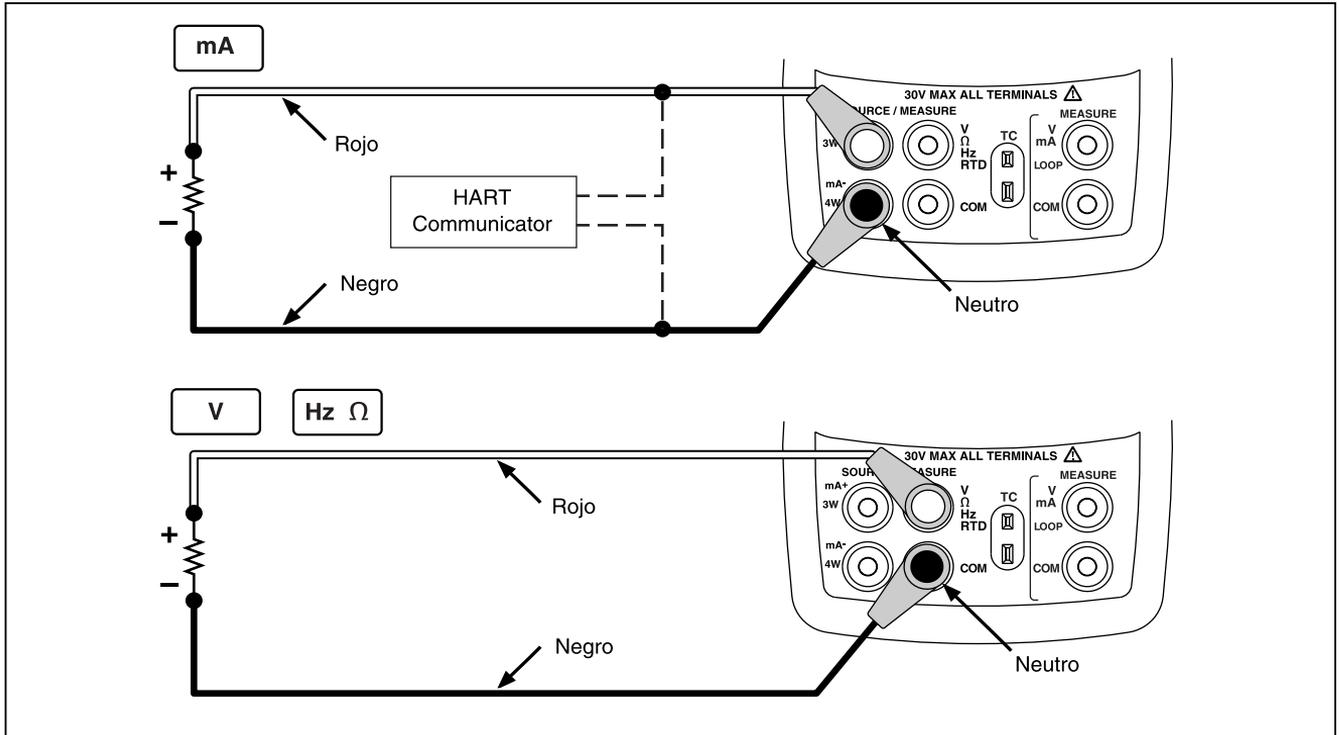

Figura 15. Conexiones para fuente de parámetros eléctricos
1. Conecte los conductores de prueba tal como se muestra en la figura 15, dependiendo de la función de fuente.